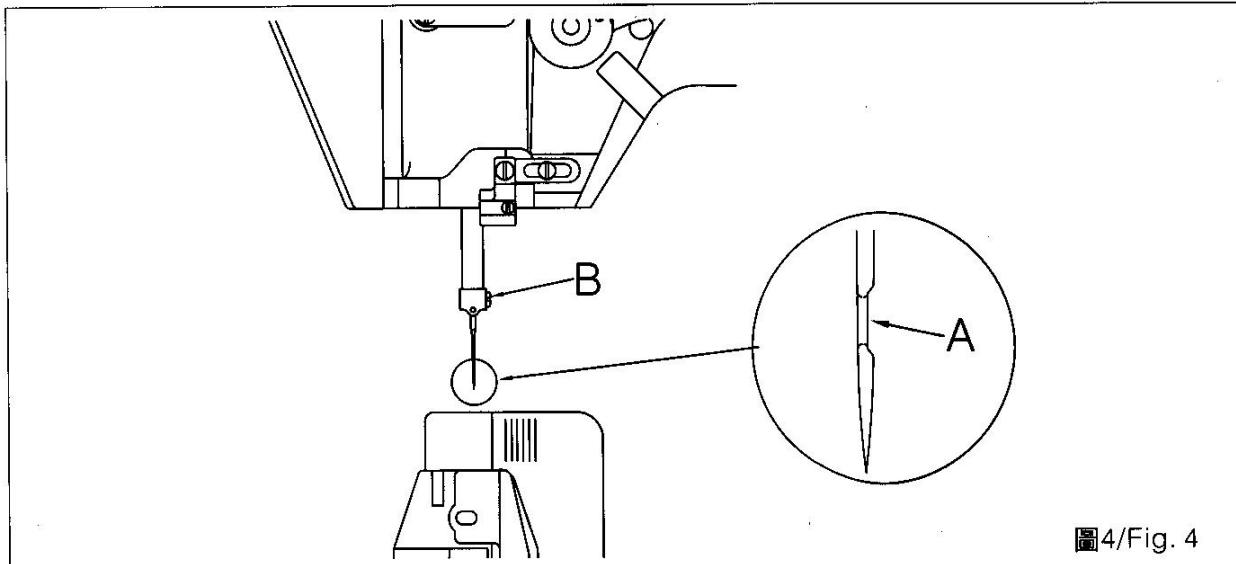

图4/Fig. 4
Вставьте иглу до упора в отверстие в стойке игловодителя. Убедитесь, что желобок (A) ориентирован в правую сторону, после этого затяните крепежный винт (B). (Рис. 4).